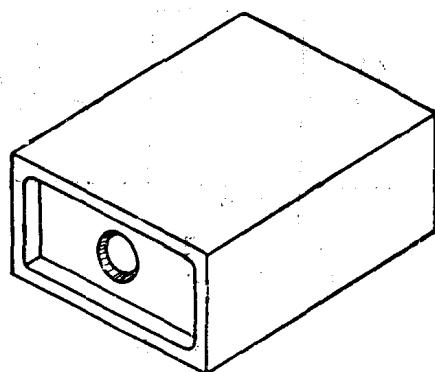

图1-22 平行垫铁
3) 平行垫铁 由一组等高尺寸的垫铁(见图1-22),用来垫高或垫实工件已加工表面。